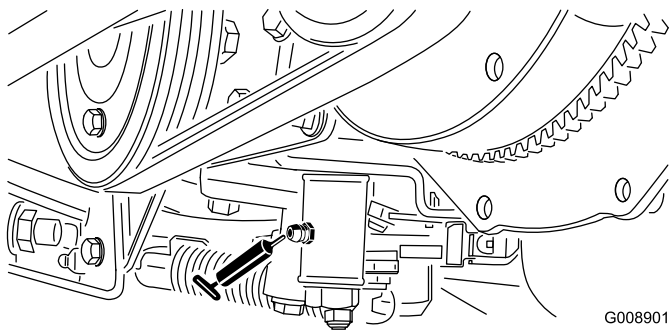

Bild 54
- LeerlaufEinstellung (Bild 54)